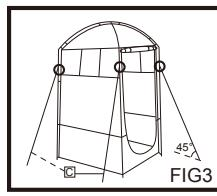

FIG3
- Fest en ende av støttetauene <C> på de fire hjørneløkkene av ytterteltet <A>. (FIG3)
- Knyt den andre enden på teltpuggene <D> og fest dem ved å kjøre teltpuggene <D> ned i bakken. (FIG3)